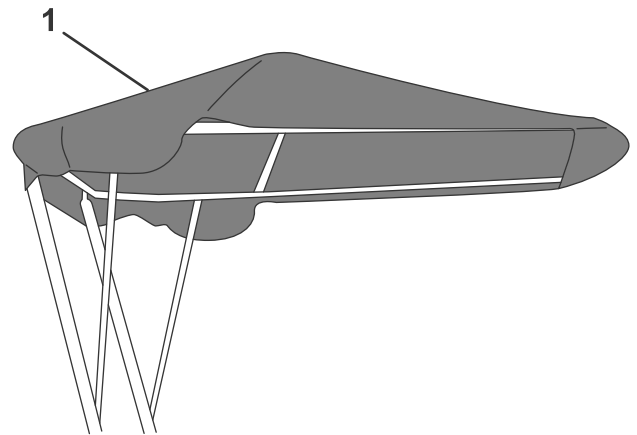

Figura 5
14. Inserite il parasole nell'arco anteriore e tiratelo giù lungo l'arco posteriore (Figura 5). Inclinate l'arco superiore verso l'alto o il basso per serrare oppure allentare il parasole.